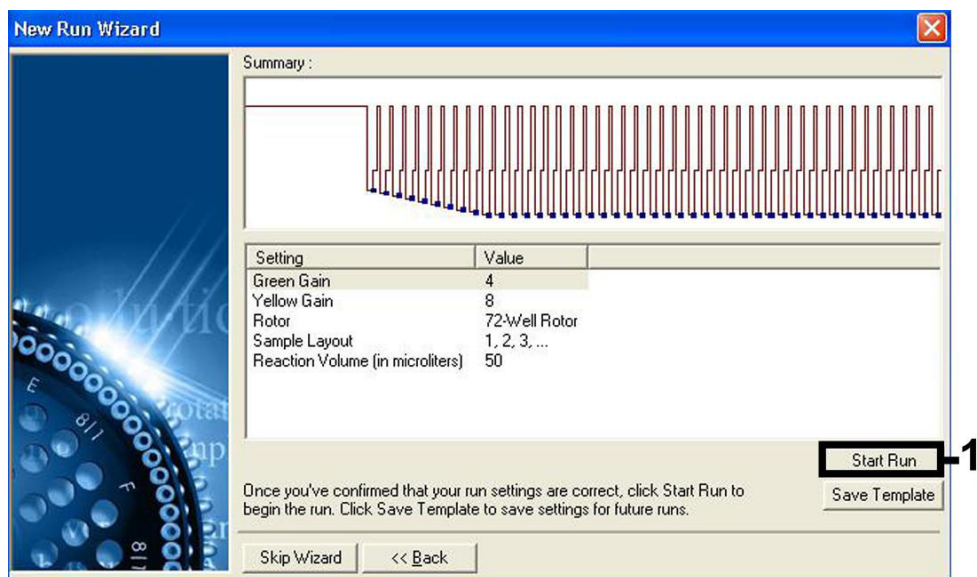

Figure 7. Démarrage de l'analyse.
Démarrage de l'analyse	Figure 7
10. Les valeurs de gain déterminées par l'étalonnage des canaux sont automatiquement enregistrées et listées dans la dernière fenêtre de menu de la procédure de programmation (Figure 7, page suivante). Cliquer sur **Start run** (Démarrer le cycle).